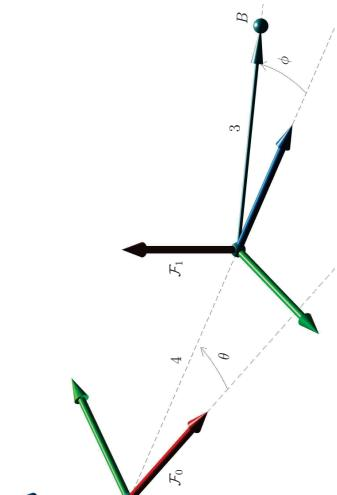

FIGURE 5.8 – Question 5.4.
5.8. Répondre aux différentes questions en rapport avec la figure 5.8 :